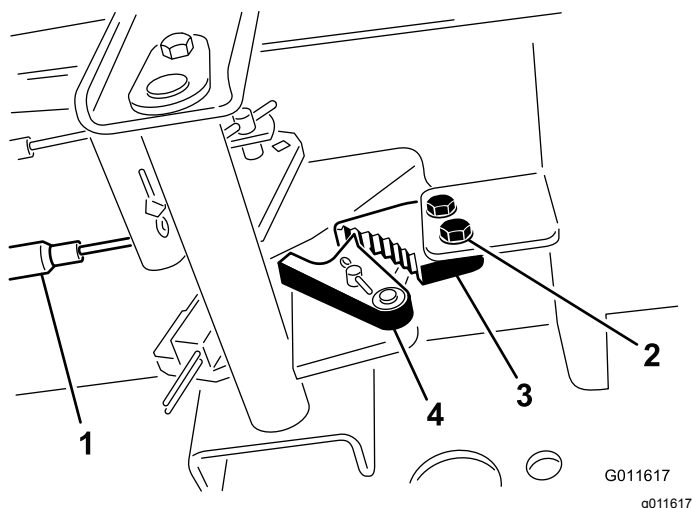

Figura 84
1. Afloje los 2 tornillos que fijan el trinquete del freno de estacionamiento al bastidor (Figura 84).
2. Pise el pedal del freno de estacionamiento hacia adelante hasta que la uña se engancha a fondo en el trinquete del freno (Figura 84).